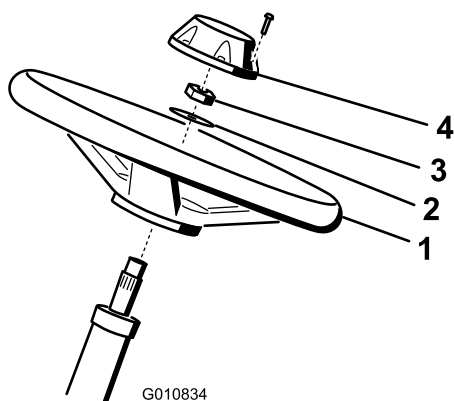

Figura 5
1. Deslice el volante sobre la columna de dirección (Figura 5).
2. Deslice la arandela sobre la columna de dirección (Figura 5).
3. Sujete el volante a la columna con una contratuercas y apriétela a 27 – 35 N·m (20 – 26 pies-libra) (Figura 5).
4. Sujete la tapa al volante con 6 pernos (Figura 5).